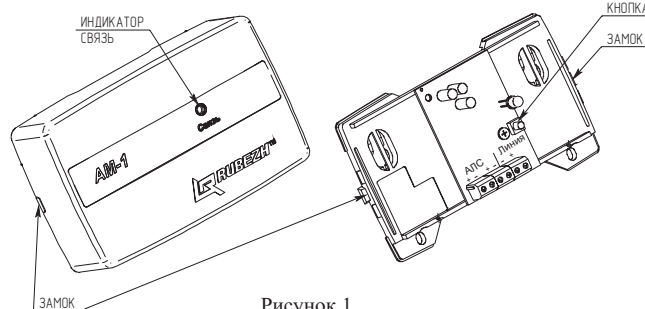

Рисунок 1
5.2 Адресная метка представляет собой конструкцию (см. рисунок 1), состоящую из корпуса, внутри которого размещена плата с радиоэлементами, обеспечивающая обработку сигналов с линии связи. На плате установлены клеммные контакты для подключения адресной метки к АЛС и для подключения линии связи с устройствами.
7.3 Для получения адреса адресной метки надо зайти в пункт «конфигурация» («настройка») => «сервис» => «адреса устройств» и нажать кнопку (см.рисунок 1) на адресной метке.